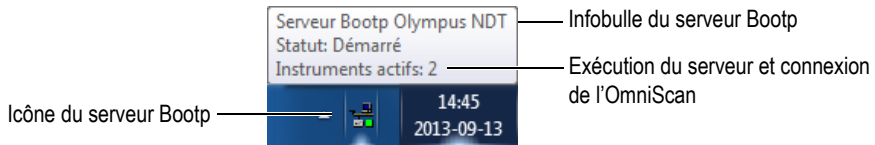

Figure 1-21 Icône du serveur Bootp lorsqu'il est prêt à fonctionner
6. Déplacez le pointeur sur l'icône du serveur Bootp () dans la zone de navigation de la barre des tâches de Windows sur l'ordinateur. Une infobulle s'affiche (voir la Figure 1-21 à la page 42).